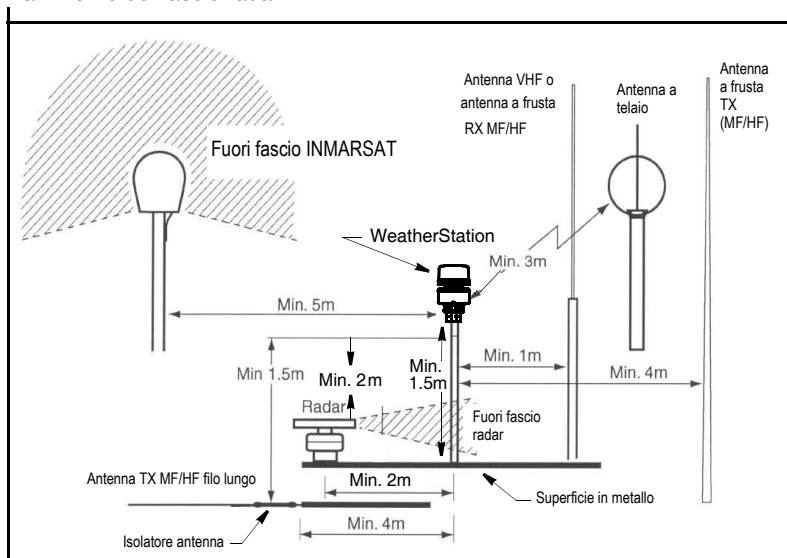

Figura 2. Antenne
- Per evitare che il GPS interno subisca interferenze, lo strumento deve (Figura 2):